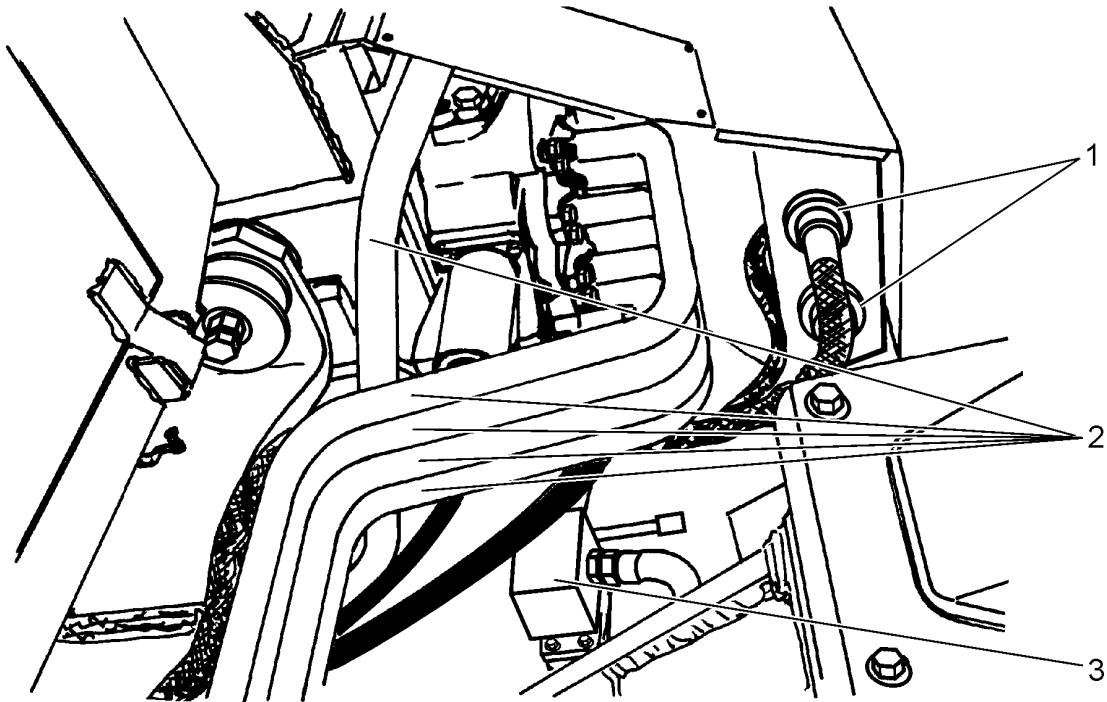

Рис. 13.2. Распределитель рабочей гидросистемы с подсоединениями
3. Вынуть две вилки (1, Рис. 13.2.) электроразъемов подсоединения кабины.
10. Отсоединить маслопроводы (2, рис. 13.2.) от распределителя рабочей гидросистемы.
11. Отсоединить маслопроводы от жесткого маслопровода (3, рис. 13.2.).
7. Подсоединить маслопроводы к жесткому маслопроводу (3, Рис. 13.2.).
8. Подсоединить маслопроводы (2, рис. 13.2.) к распределителю рабочей гидросистемы.
14. Вставить две вилки (1, Рис. 13.2.) в гнезда электроразъемов в кабине оператора.